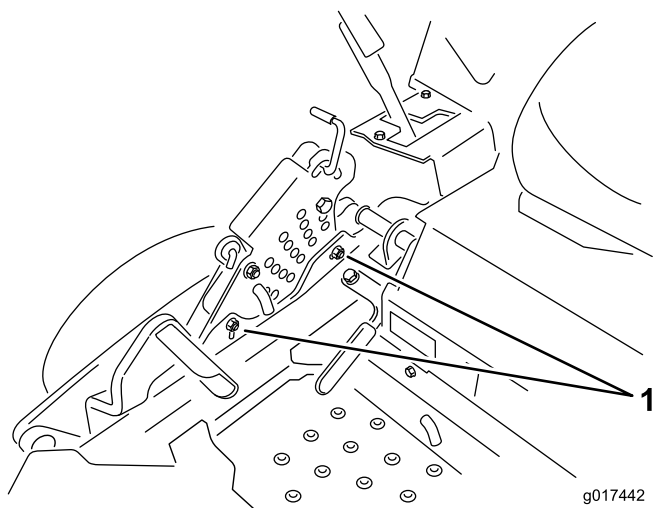

Figure 72
12. Pour régler le système monopoint, desserrez les deux boulons au bas de la plaque de hauteur de coupe (voir la Figure 72).
14. Serrez les deux boulons au bas de la plaque de hauteur de coupe (Figure 72). Serrez à un couple de 37 à 45 Nm.